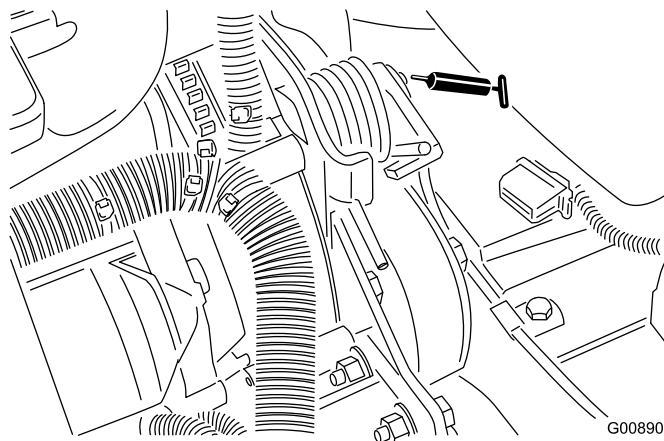

Figura 62
- Pivot tensionare curea (Figura 62)